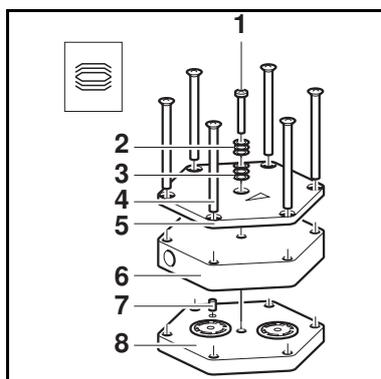

Fig. 24: montaggio della testata
2. Posizionare la piastra intermedia (8) con le valvole/gli o-ring sul supporto sui segni fatti in precedenza con il pennarello.
3. Posizionare la testata (6) sulla piastra intermedia (8) facendo riferimento alla spina di registro (7).
4. Posizionare la piastra di pressione (5) sulla testata (6) sul segno a pennarello fatto in precedenza.
5. Serrare le viti (4) a croce.
6. Montare la/e vite/i (1) al centro della piastra di pressione (5) con le molle a tazza (2, 3). Nel farlo, verificare il corretto orientamento delle molle a tazza (v. fig. 24).
7. Stringere la/e vite/i (1) finché la testa della vite poggia piana. Stringere la/e vite/i di un ulteriore mezzo giro per fissarla/e.